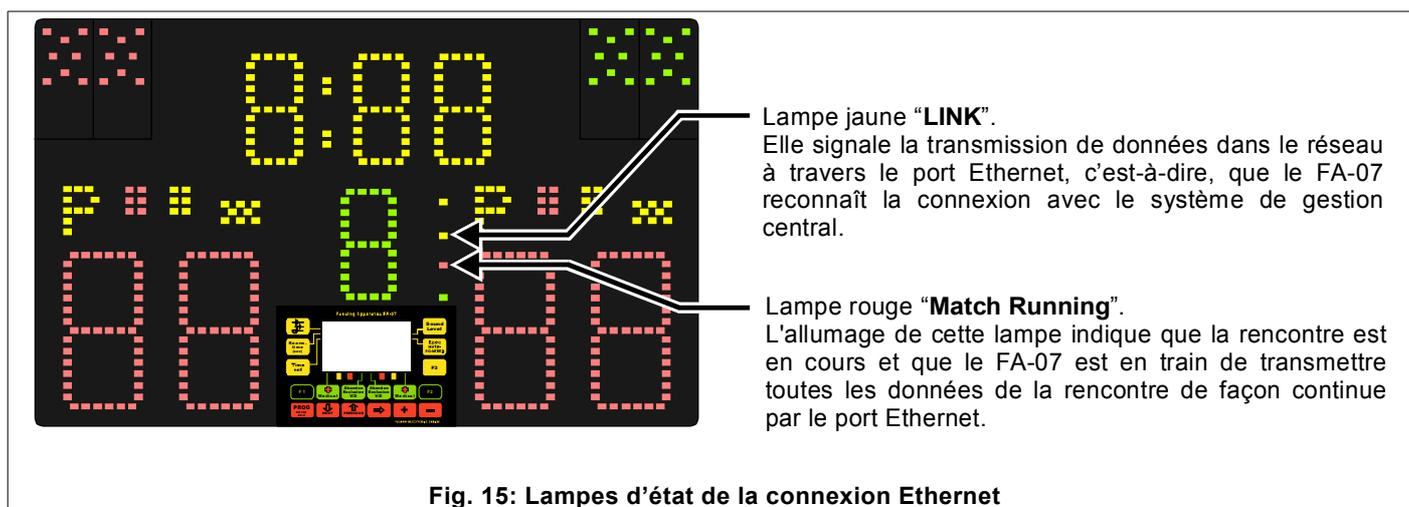

Fig. 15: Lampes d'état de la connexion Ethernet
2. Communication du début de la rencontre au système central. Cette communication est effectuée par l'arbitre au moyen des boutons [Alt-1] + [BEGIN]. A partir de ce moment, le **FA-07** transmet en continu toutes ses données au système central, qui les collecte et les transmet à des éventuels afficheurs et sur internet. La lampe "Match Running" (voir la Fig. 15) s'allume sur le **FA-07** pour indiquer que la rencontre est en cours.
Le **FA-07** signale que la connexion avec le système central est active en allumant la lampe jaune LINK (voir la Fig. 15) et en affichant sur l'écran graphique le numéro de piste attribué et communiqué à l'appareil, pour vérifier qu'ils correspondent. Si le système central ne reçoit aucun signal pendant plus de 40 secondes, le **FA-07** considère la connexion terminée ou interrompue et éteint les signalisations correspondantes.
Lorsque le **FA-07** reconnaît que sa connexion réseau est active, il allume la lampe jaune LINK (voir la Fig. 15) et affiche sur son écran graphique le numéro de piste attribué.
Si le **FA-07** a reçu et est en train d'afficher les données d'une nouvelle rencontre (noms des tireurs, etc..), en appuyant sur les boutons [Alt-1] + [BEGIN] de la télécommande, l'arbitre communique au système central le début de la rencontre. Dès cet instant le **FA-07** transmet en continu toutes ses données dans le réseau et allume la lampe "Match Running" (voir la Fig. 15) pour indiquer que la rencontre est en cours.